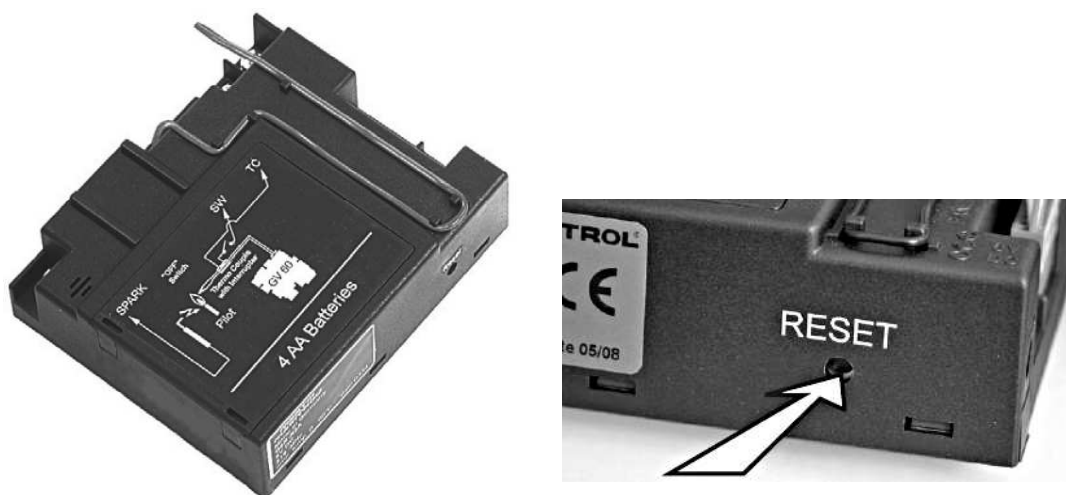

Figure 3: Récepteur "RESET" bouton
- Appuyez sur le bouton "**RESET**" du récepteur et maintenez-le enfoncé jusqu'à entendre 2 bips. Voir figure 3.